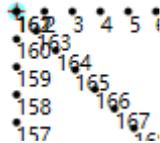

图 5.8.4 基准点设置成功
③点击“基准点设置”按键，弹出弹窗后，可选择“设为基准点”“设为基准点 2”“设为对位点”“取消设置”，以“设为基准点”为例。点击确认后，点上会有一个红色的十字光标。如下图 5.8.4 所示。